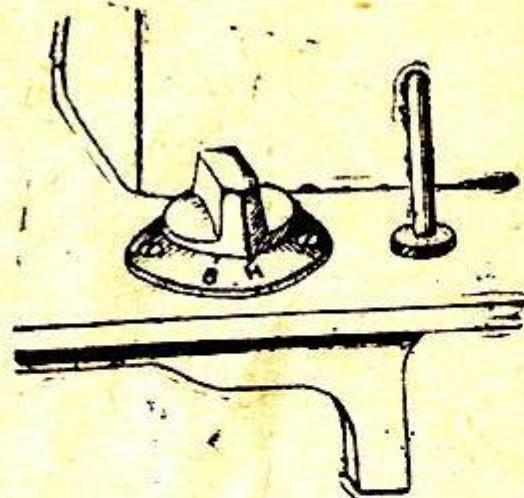

Рис. 28.
1. Прежде всего необходимо опустить зубцы рейки подачи (двигателя ткани), повернув ручку на платформе машины на левую метку **В** (вышивание), как указано на рис. 28.
6. Поворотом ручки на платформе (рис. 28) выключают подачу.